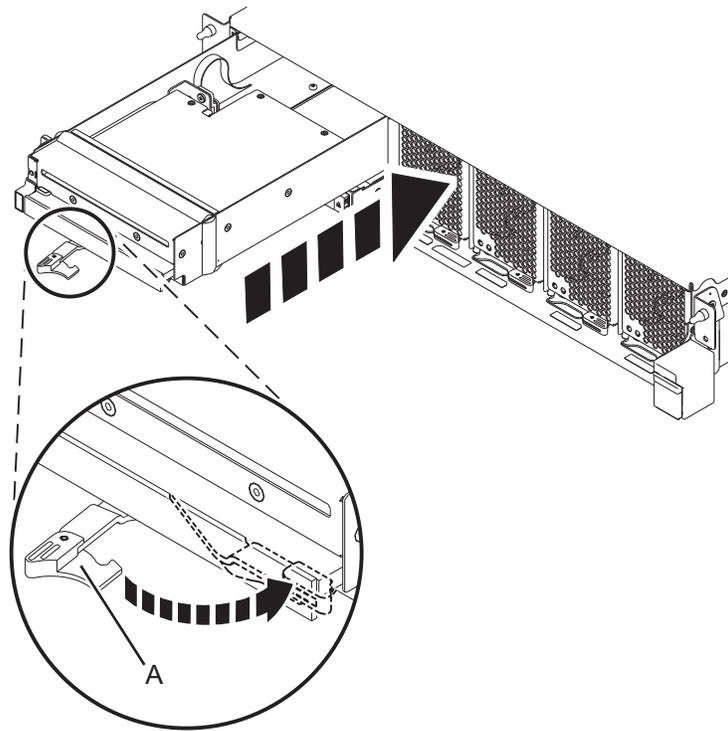

Figura 3. Instalación de un dispositivo de soporte extraplano en una unidad de control del sistema 9080-MHE, 9080-MME, 9119-MHE o 9119-MME
- a. Asegúrese de que el asa del dispositivo de soporte extraplano (**A**) se haya girado en posición abierta tal como se muestra en la Figura 3 en la página 7.